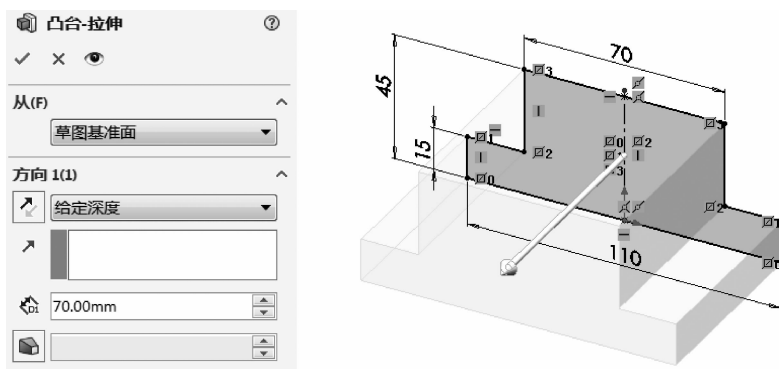

图 1-23 设置“凸台-拉伸”属性
(5)选用特征。调出【特征】工具栏，单击【拉伸凸台/基体】按钮，出现【凸台-拉伸】属性管理器，在【方向 1(1)】下拉列表框中选择【给定深度】，在【深度】文本框中输入“70mm”，单击【确定】按钮，如图 1-23 所示。